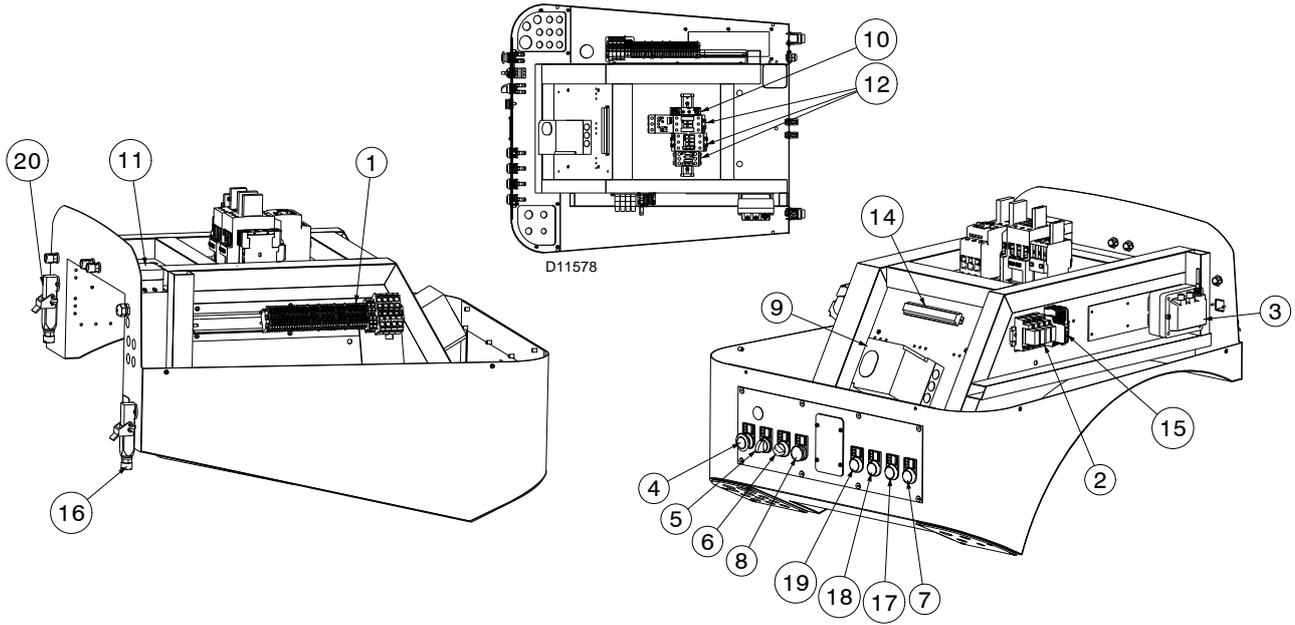

图 6
- ▶ **控制盒锁定：**如果控制盒按钮(红色led灯)9(图 6)以及按钮8)指示灯亮起，表示燃烧器锁定。如需要复位，按下按钮8)。